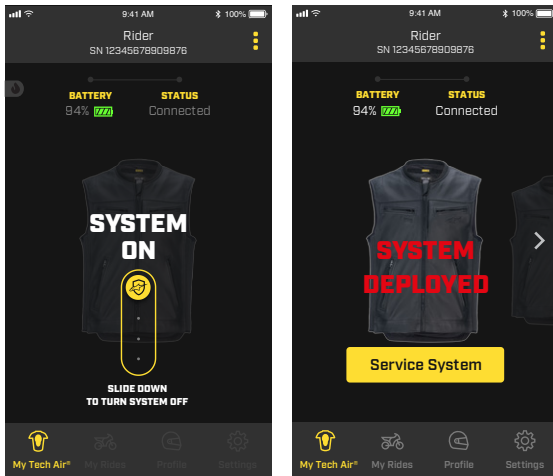

Figura 19
Durante la guida, la modalità "SYSTEM ON" è attiva e di conseguenza, per motivi di sicurezza, l'utente non può accedere alla maggior parte delle funzioni dell'App. Nel caso in cui il Sistema debba essere disattivato dall'utente, ad esempio durante una sessione di guida intensa in fuoristrada, è possibile spegnerlo utilizzando l'icona a scorrimento sull'App (come mostrato nella Figura 19). Per riattivarlo, aprire e chiudere la Zip di Attivazione (1).
In caso di dispiegamento, l'App mostrerà lo stato corrispondente con la dicitura "SYSTEM DEPLOYED" (sistema distribuito), come illustrato nella Figura 19.